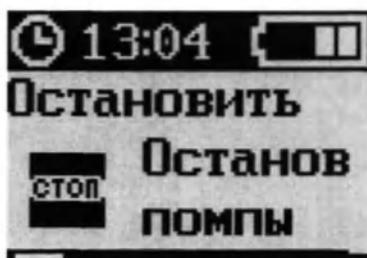

Рисунок 7 – Экран режима «В РАБОТЕ»
2. Нажать кнопку «ОК» для подтверждения выбора «ПУСК В РАБОТУ» (рисунок 7).